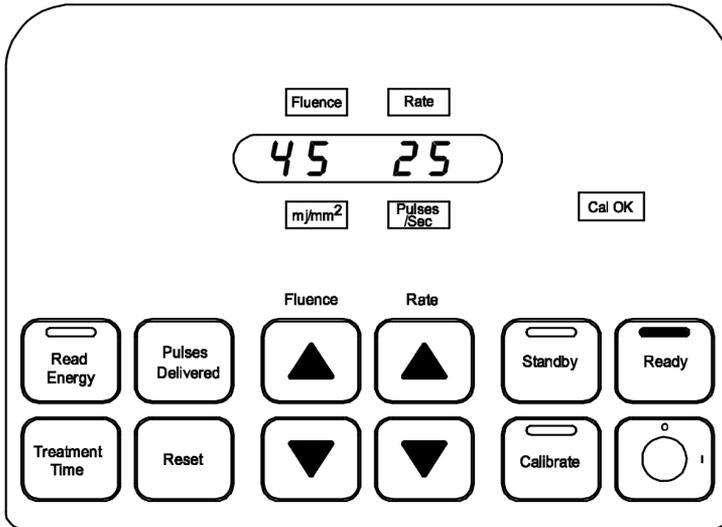

Figura 9
1. Se ingresa en el modo de **listo** desde el modo de **espera** presionando el botón **Ready**. (Figura 9)